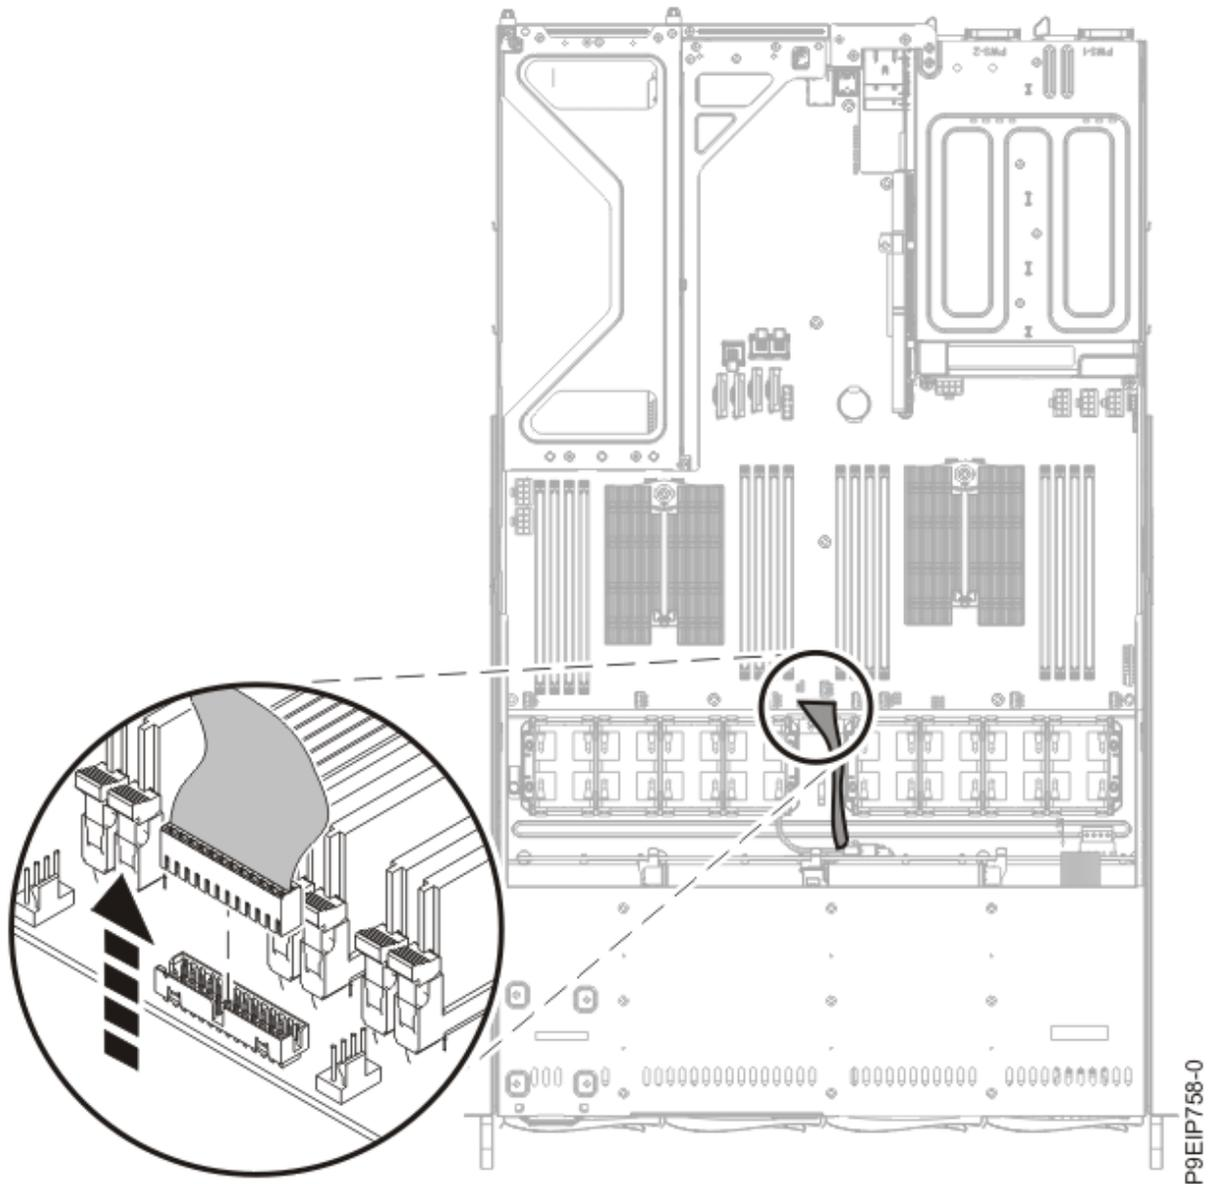

Figura 33. Extracción del cable del panel de operador
11. Extraiga el cable del panel de operador de la placa posterior del sistema, como se muestra en la Figura 33 en la página 37.